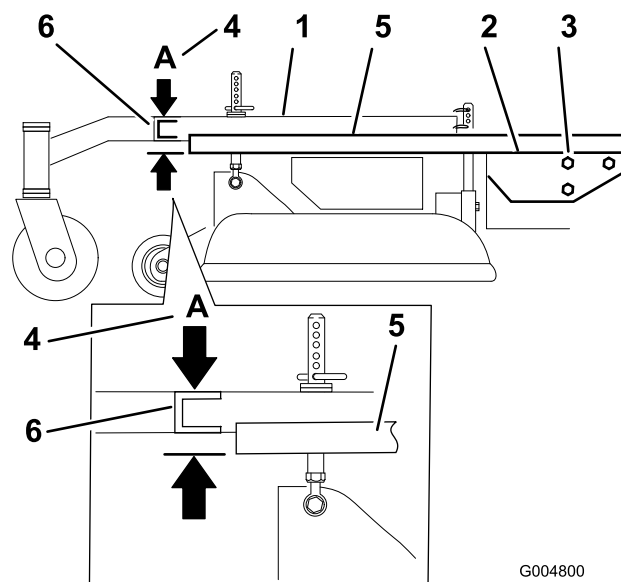

Figura 52
3. Coloque una regla larga en la parte superior de la carcasa del motor según se ilustra en la Figura 52.
4. En la ranura transversal del bastidor de tiro, mida la altura en la posición **A** (Figura 52).
6. Afloje los pernos de montaje del bastidor de tiro en los dos lados de la máquina (Figura 52).
7. Alinee el bastidor de tiro y la carcasa del motor para que tengan una altura de 33 mm, más/menos 6 mm en la posición **A** (Figura 52).